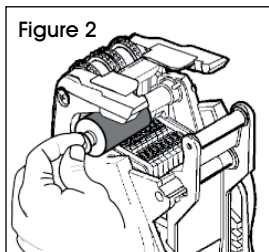

Figure 2
3. Tenez le nouveau rouleau encreur par sa tige. (Voir Figure 2) Faites-le glisser sur le montant, en l'enclenchant en place. (Voir Figure 2)